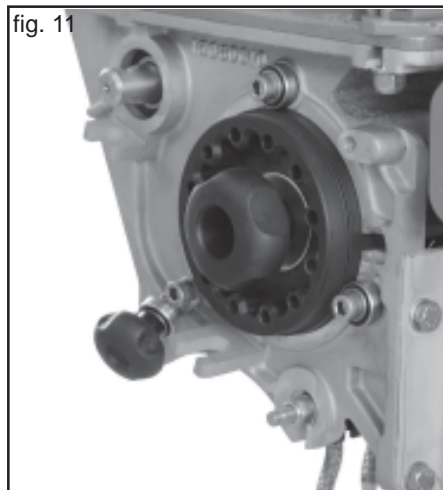

fig. 11
**A macchina completamente vuota**, rimuovere la cinghia dell'elemento agitatore ed allentare il volantino di fissaggio del rullo dosatore (Fig. 11). Il volantino di fissaggio del rullo dosatore, una volta sganciato, rimane collegato al telaio del dosatore.